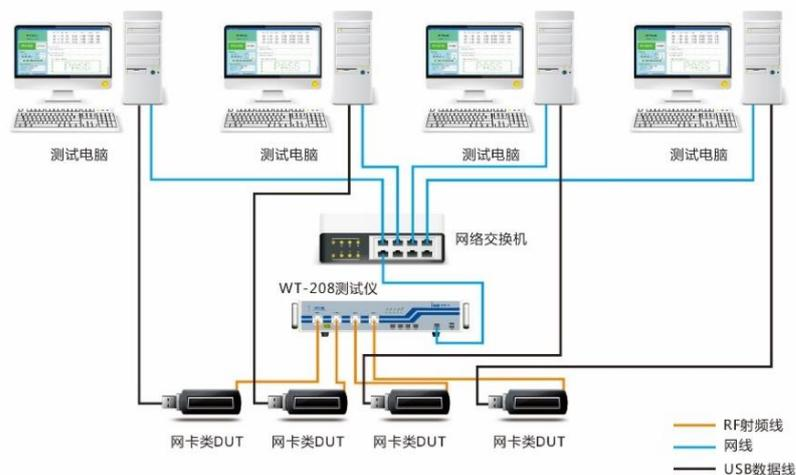

图 28 其他通讯接口一拖四测试环境搭建示意图
- 图 28 中的 USB 数据线只是示例，根据通讯接口不同，也可以是其他的连接线，如 PCIE、串口线等。